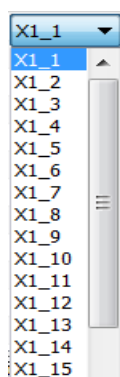

Рисунок 5.4
- нажатие на ячейку **X1_1** позволяет выбрать в ниспадающем меню **X1_1** необходимую цепь (Рисунок 5.4);